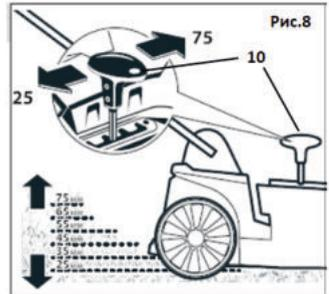

Рис.8
- В зависимости от высоты растительности, установите рычаг регулировки (10) в одно из 6-ти предустановленных положений для желаемой остаточной высоты травы в диапазоне от 25-75 мм (Рис.8).